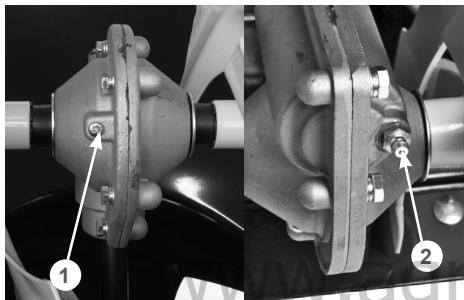

Рис. 25 Добавление смазки в редуктор
- выкрутите в нижней части редуктора винт 1 (Рис. 25);
- установите наконечник шприца на пресс-маслёнку 2 (Рис. 25) и добавляйте смазку в редуктор до тех пор, пока через отверстие в нижней части редуктора не начнёт выходить новая смазка;
- закрутите обратно винт 1 (Рис. 25).